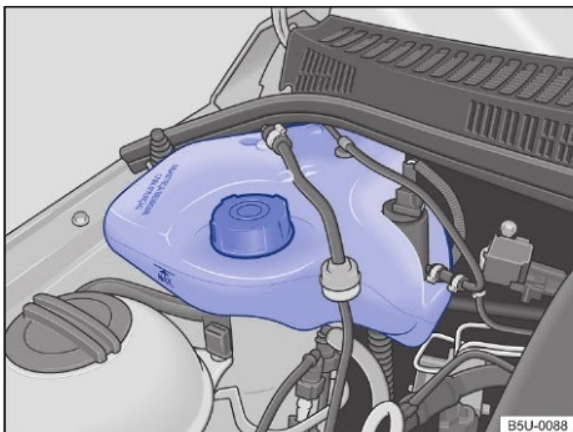

Fig. 133 No compartimento do motor: reservatório de gasolina para o sistema de partida a frio.
O reservatório de gasolina do sistema de partida a frio encontra-se no compartimento do motor, no lado direito → Fig. 133.
- Nunca ultrapassar a marca "MAX" indicada no reservatório → Fig. 133.